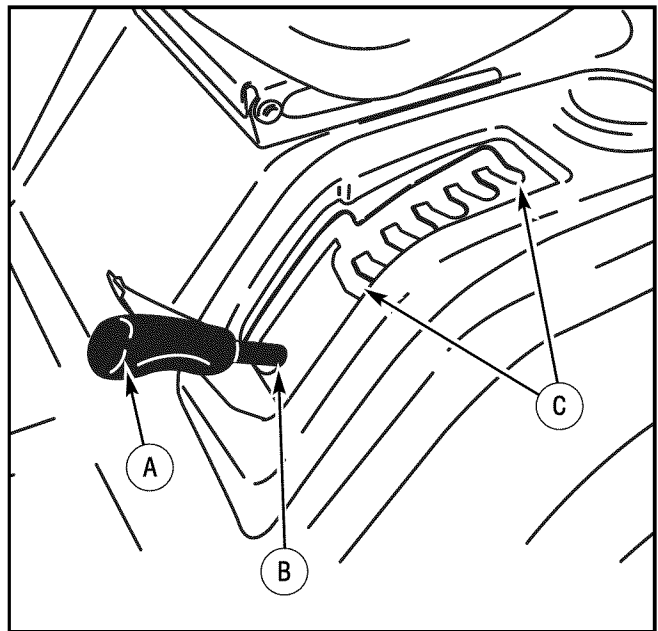

Figura 35: Ajuste de la palanca
- Mueva la **palanca de elevación de cubierta** a la posición de AJUSTE DE NIVEL (Figura 35).